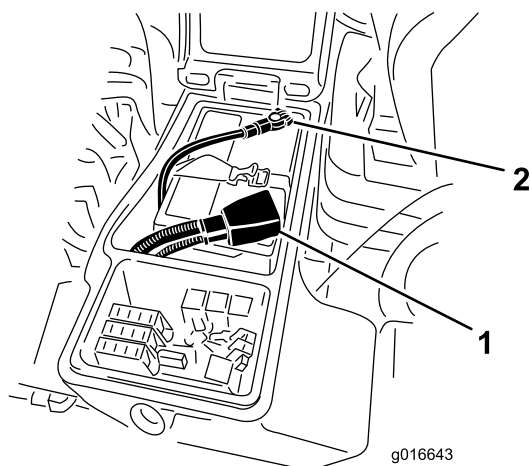

Figure 62
4. Raccordez le câble positif (rouge) de la batterie à la borne positive (+) et le câble négatif (noir) à la borne négative (-) (Figure 62). Fixez les câbles aux bornes avec les vis et les écrous. Assurez-vous que le collier du câble positif (+) est bien engagé sur la borne de la batterie et que le câble est placé tout près de la batterie. Le câble ne doit pas toucher le couvercle de la batterie. Placez le capuchon protecteur sur la borne positive pour éviter les courts-circuits.